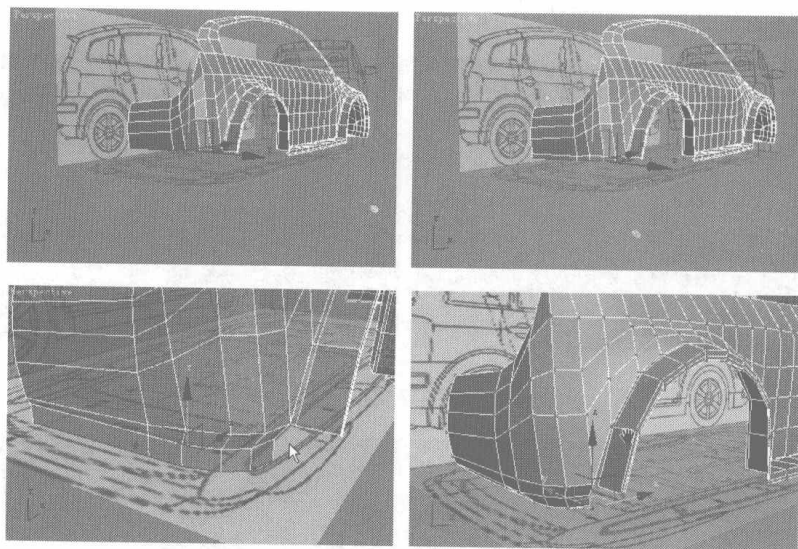

图 7.87
- 42 选择汽车尾部最前面的一排曲线，按住 Shift 键，移动复制面，然后调整节点的位置，如图 7.87 所示。